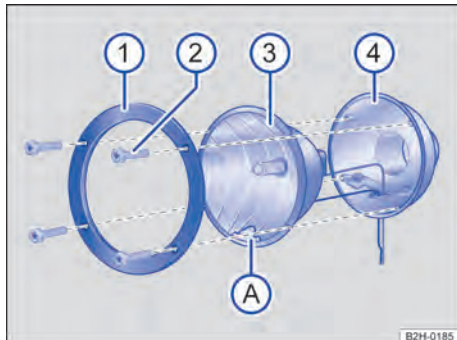
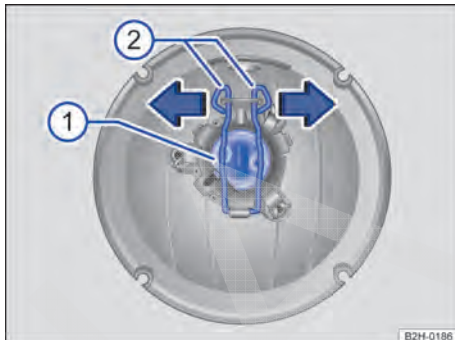

Fig. 178 Iluminação adicional no teto do veículo: desinstalar o vidro da lâmpada.
Fig. 179 Iluminação adicional no teto do veículo: trocar a lâmpada incandescente.
2. Soltar os parafusos ⇒ Fig. 178 ② com a chave das ferramentas de bordo.
3. Retirar o anel de suporte ① da carcaça do refletor ③.
4. Retirar a carcaça do refletor ③ com cuidado da carcaça do farol ④.
6. Pressionar as travas ⇒ Fig. 179 ② para baixo e desprender no sentido da seta.
7. Retirar o suporte da lâmpada ① da carcaça do refletor.
10. Pressionar as travas ② para baixo e prender no sentido contrário da seta.
12. Colocar a carcaça do refletor ⇒ Fig. 178 ③ na carcaça do farol ④. A marca ① deve apontar para baixo ⇒ ①.
13. Colocar o anel de suporte ① na carcaça do refletor.
14. Apertar os parafusos ② com a chave.